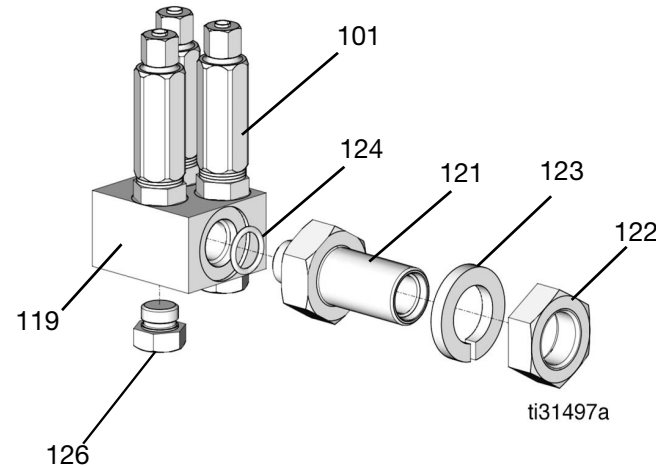
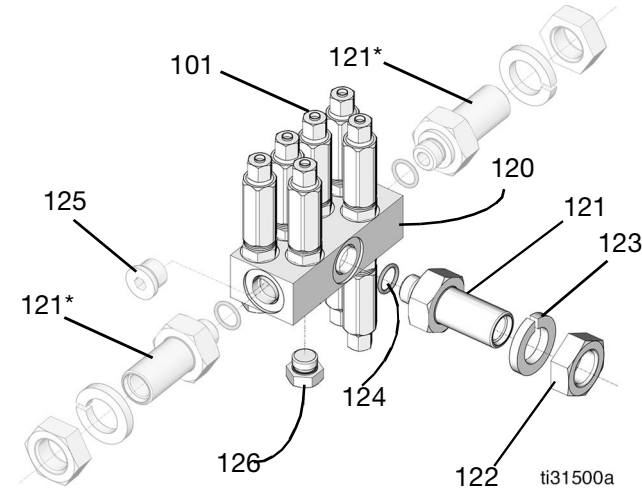
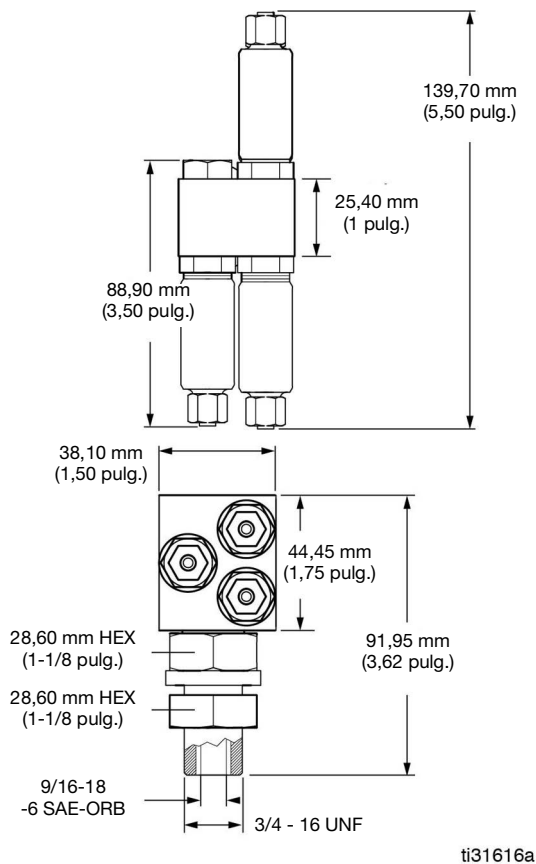

FIG. 36
FIG. 37
FIG. 38
- Colector de 6 puertos: usado en sistemas de lubricación con 6 puntos de lubricación o menos (Fig. 36 y Fig. 38).
- Colector de 12 puertos: usado en sistemas de lubricación con entre 7 y 12 puntos de lubricación (Fig. 37 y Fig. 38).
\* En la FIG. 37 el vástago del colector (121) se muestra montado en el puerto inferior. También puede montarse en los puertos laterales.
1. Instale el vástago del colector (121) y la junta tórica (124) en el puerto de entrada del colector del inyector (119 o 120) (FIG. 36 and FIG. 37, página 45).
**NOTA:** El puerto de entrada en el colector de 12 puntos (120) se puede instalar en el puerto de entrada lateral o superior.
2. Utilice tapones (126) para bloquear los puertos que no se usen del colector del inyector (FIG. 36 y FIG. 37, página 45). Asegúrese de que la junta tórica esté puesta en el tapón. Si necesita puntos de lubricación adicionales, puede retirar estos tapones y cambiarse por inyectores y líneas de lubricación del tamaño apropiado.